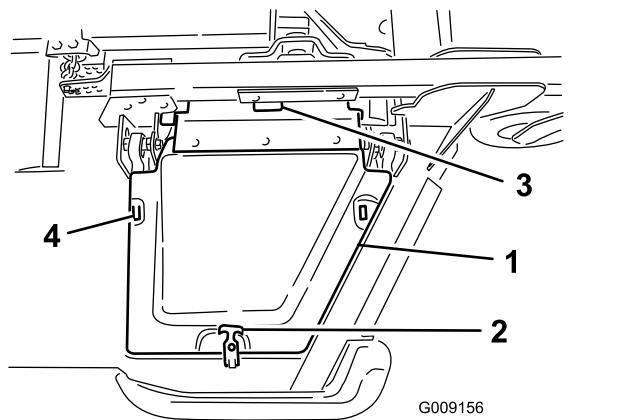

**Figure 5**
- A. Commencez par chauffer la courroie autour de la poulie d'axe du plateau d'extrémité et de la poulie d'axe du plateau avant (Figure 5).
- B. À l'aide d'une clé à cliquet ou d'un outil similaire, éloignez la poulie de tension des autres poulies (Figure 5).